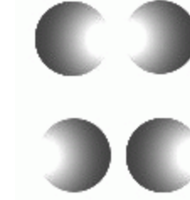

図1 隣接する導体中の電流は (上) 同相の場合は反発して外側を流れ, (下) 逆相では引合って, 内側を流れる
■**導体損** 図 1,2,3 は, 胴体断面中の高周波電流密度を示している. 図で黒い部分には電流が集中し, 白い部分には電流が流れ無い. この効果を理解してして導体の材質と構造を工夫しなければならない.